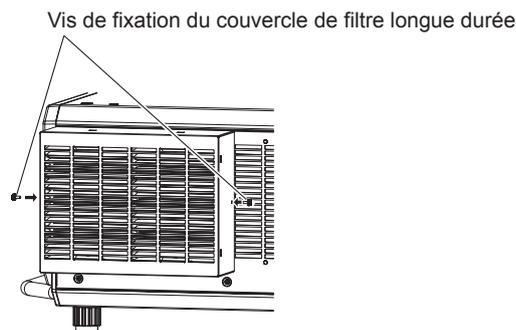

Fig. 2
- 2) **Fixez le couvercle de filtre longue durée. (Fig. 2)**